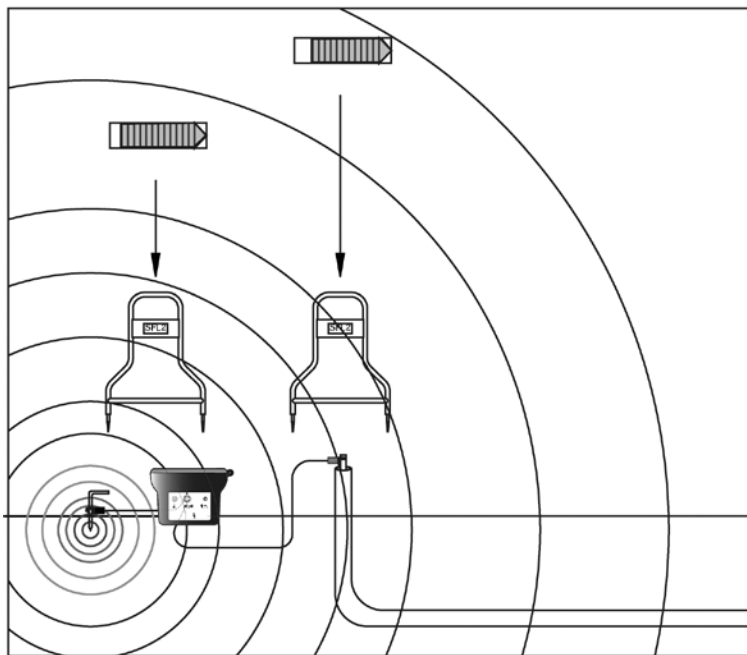

Figura 7-1: Sincronización de la unidad A-5000
5. Si la flecha queda orientada hacia la púa de conexión a tierra, significa que no hay fallo. Vuelva a verificar las conexiones a tierra y las demás conexiones para cerciorarse de que no aparezca un falso fallo. Consulte la figura 7-1.